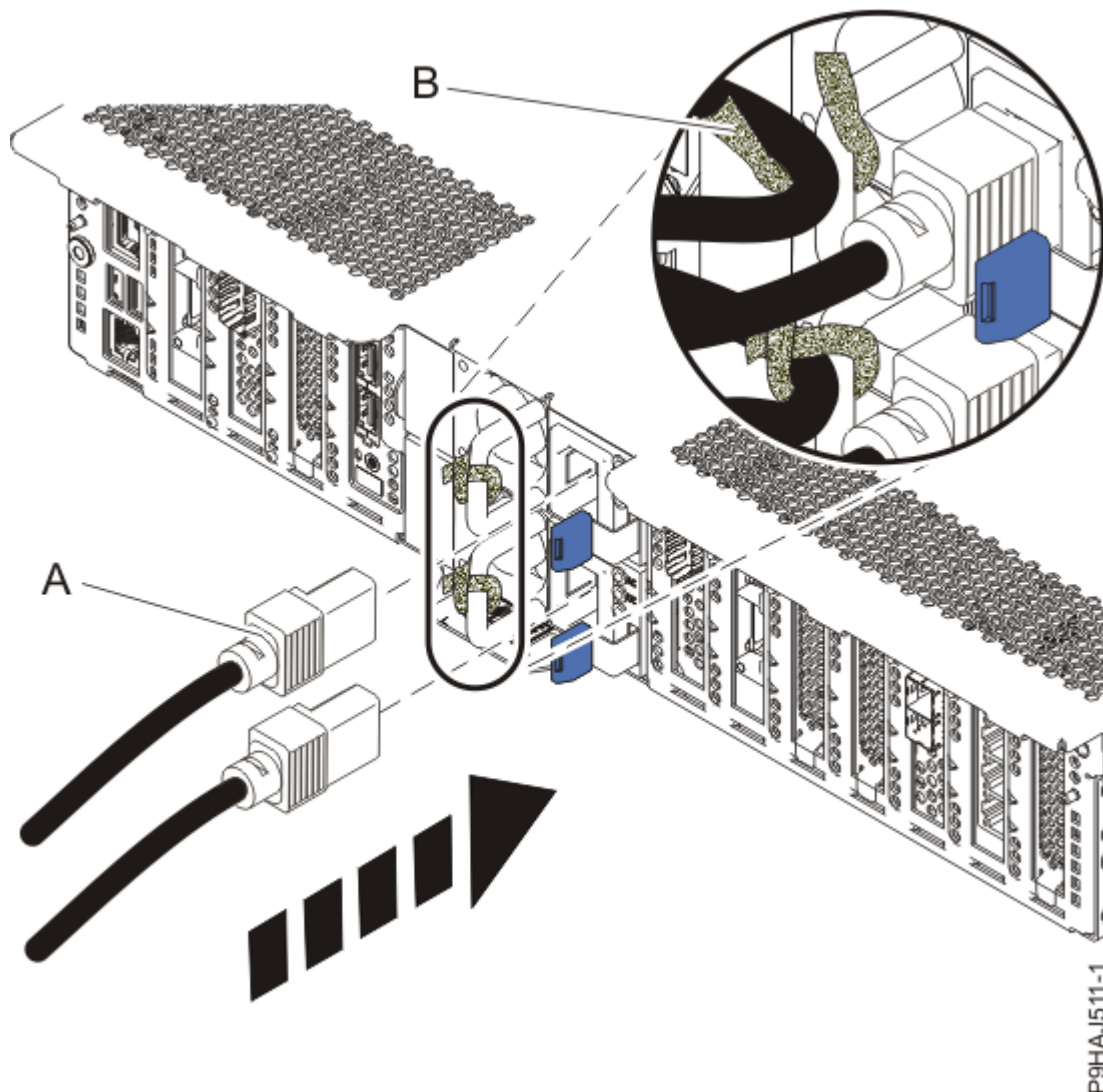

Abbildung 94. Netzkabel anschließen
4. Schließen Sie die Netzkabel **(A)** mithilfe Ihrer Beschriftungen wieder an die Systemeinheit an. Befestigen Sie die Netzkabel mit den Klettverschlüssen **(B)** am System (siehe Abbildung 94 auf Seite 119).